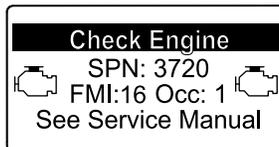

Figure 46
- Avertissement moteur SPN 3720, FMI 16 (Figure 46)